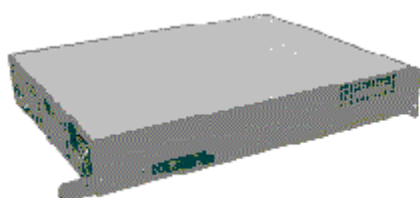

图 2-3-3
4. 图 2-3-3 是一幅右侧滑轨被加上后的组合侧和底盘后视图。